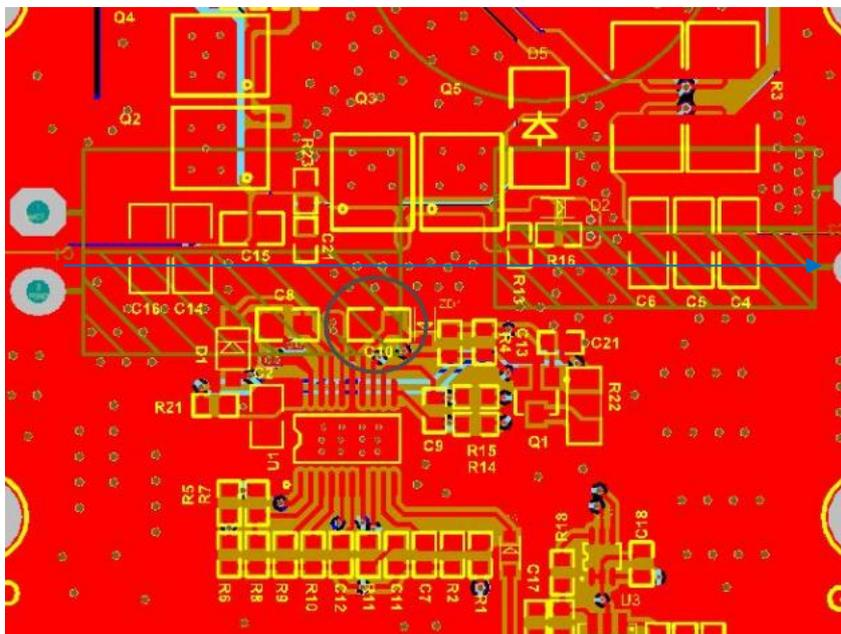
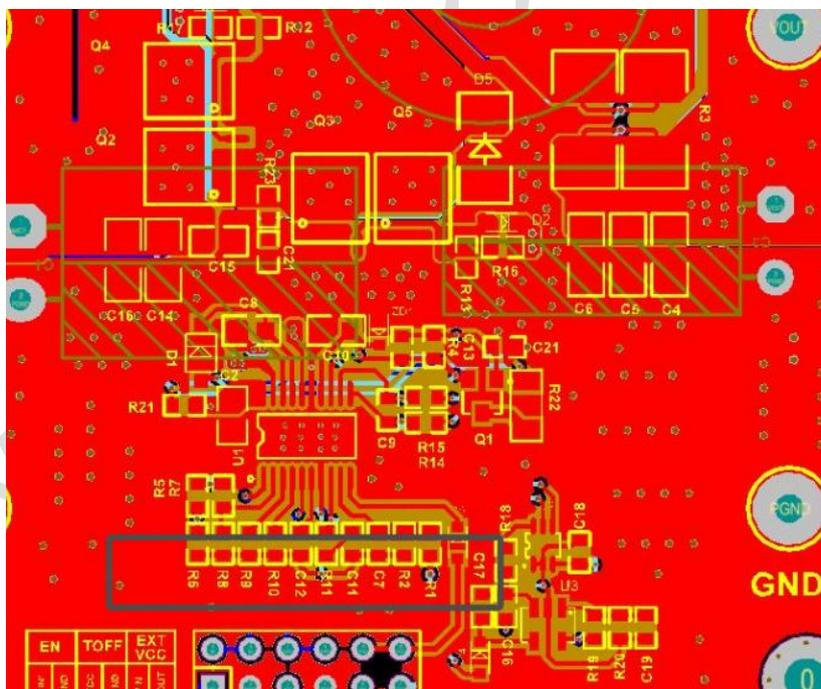

图 9
图 10
2) VCC 电容 C10 的摆放, 和整个功率地的回路处理, 芯片地的和功率地连接, AGND 和芯片地连接。如图 9, 图 10 :